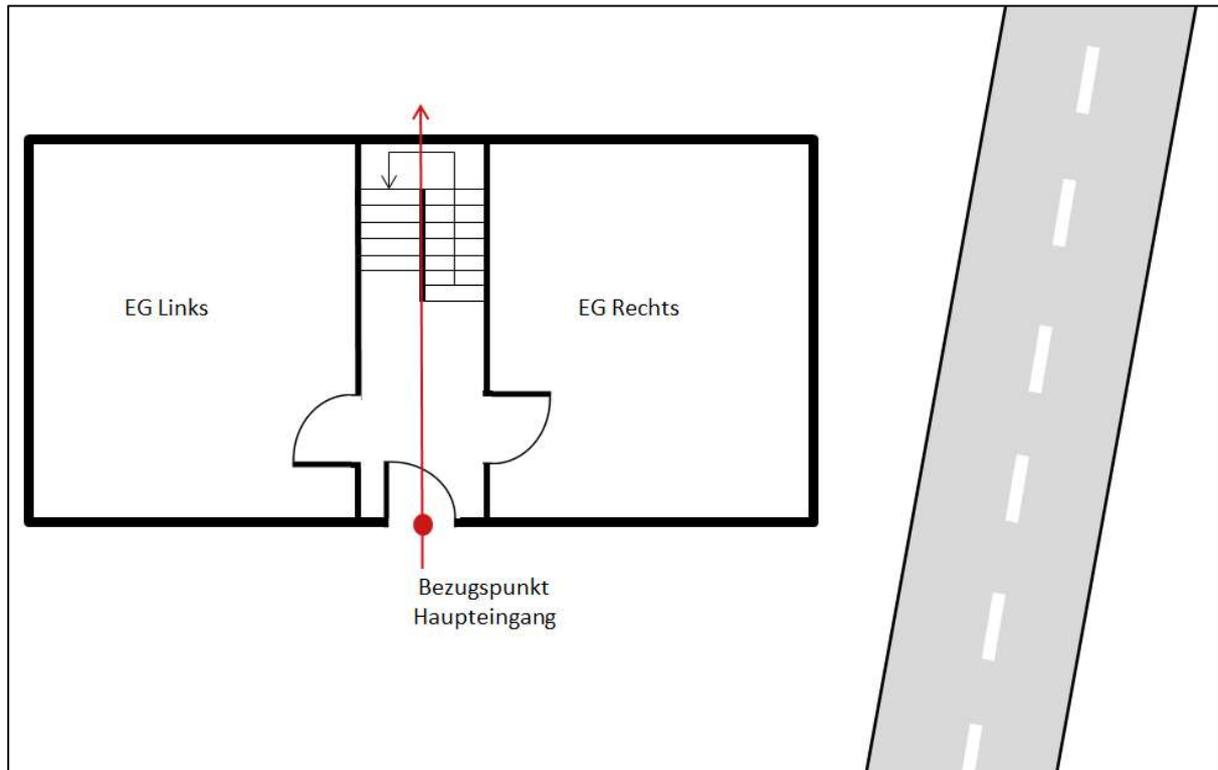

Abbildung 1
Die Zuordnung der Zähler zu den Wohneinheiten erfolgt von der Haupteingangstür (siehe Abb. 1) aus. Eine Zuordnung wird bis 3 Wohneinheiten pro Etage mit den Worten „Links, Mitte, Rechts“ vorgenommen. Darüber hinaus sind die Stockwerksbezeichnungen beginnend mit dem Erdgeschoss (EG), 1.Obergeschoss (OG01), 2. Obergeschoss (OG02) usw. vorzunehmen. Für eine Wohneinheit unter dem Dach kann auch die Bezeichnung „Dachgeschoss (DG)“ verwendet werden. Beispiel: „OG02 Rechts“